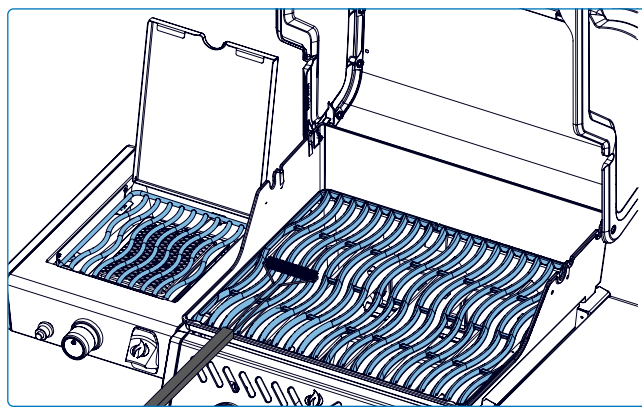

Fig. 20
- Para limpiar, precaliente la parrilla y utilice un cepillo de alambre para eliminar los residuos de comida (**Fig. 20**).